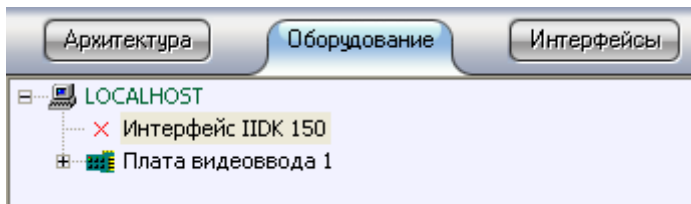

Рис. 18
После запуска ПО «Интеллект», на вкладке «Оборудование» необходимо создать объект «Интерфейс IIDK» (Рис. 18). Значение этого параметра должно быть больше 100.
*Номер интерфейса IIDK* – Идентификатор интерфейса IIDK. Этот параметр берётся из настроек ПО «Интеллект» (соответствует номеру интерфейса IIDK – см. Рис. 18).